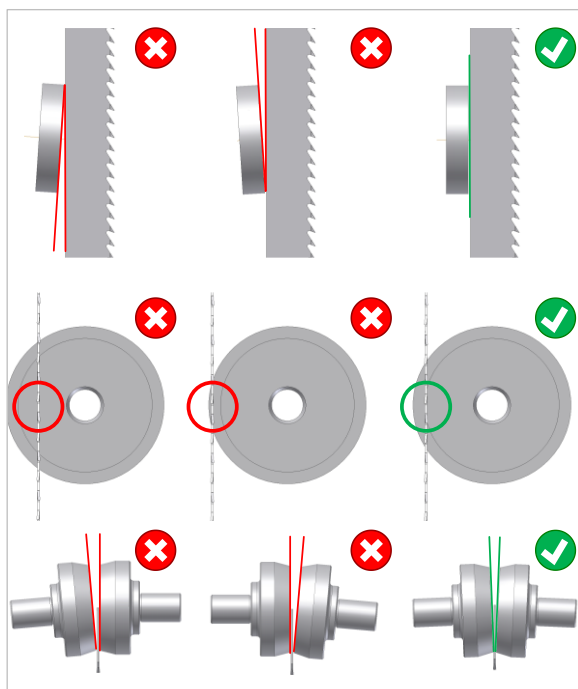

Figure 39 : réglage de base des galets arrière et latéraux
- Régler les galets latéraux de manière à ce qu'ils ne touchent que légèrement la lame de scie (voir ⇒ Figure 39). Veiller à ce que la lame ne soit pas déviée latéralement !
- La ⇒ Figure 39 indique complètement à droite le réglage optimal des galets arrière et à gauche et au centre, les réglages incorrects à éviter.
- Le galet arrière doit être parallèle au dos de la lame de scie (vertical) (⇒ Figure 39 en haut à droite).
- La lame de scie doit passer exactement devant le bord intérieur des galets arrière (⇒ Figure 39 centre à droite).
- Les angles d'ouverture entre les galets latéraux et la lame de scie doivent être les mêmes des deux côtés de la lame (⇒ Figure 39 en bas à droite).